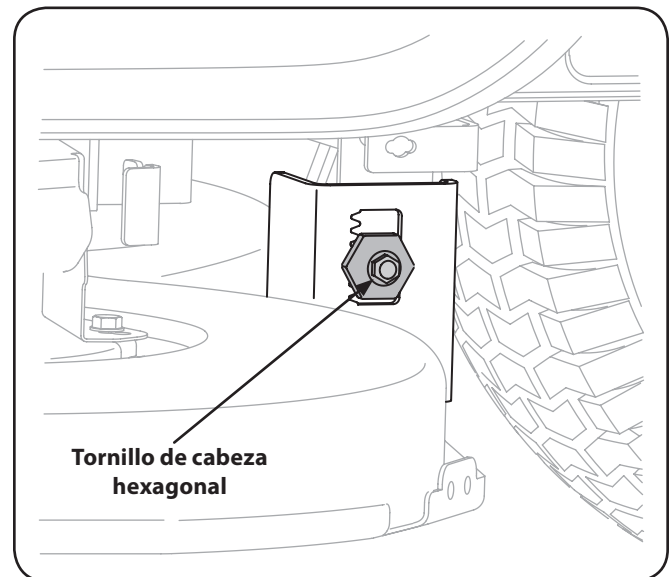

Figura 6-5
3. Afloje, pero NO extraiga, el tornillo de cabeza hexagonal ubicado en la ménsula de suspensión izquierda de la plataforma. Vea la Figura 6-5.